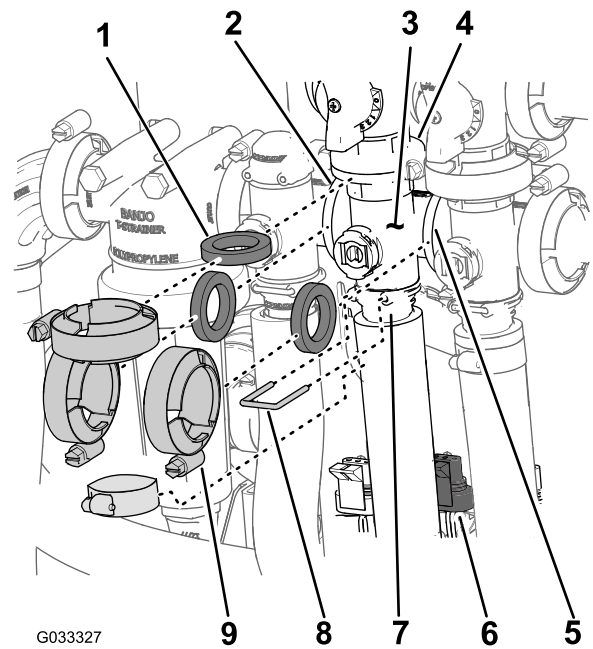

Figure 70
- Déposez les colliers et les joints qui fixent le collecteur de la vanne d'agitation (Figure 70) à la vanne de dérivation d'agitation, au régulateur de débit, à la vanne principale et au raccord adaptateur (régulateur de pression d'agitation).
- Retirez l'étrier qui fixe le raccord de sortie au collecteur de la vanne d'agitation (Figure 70).